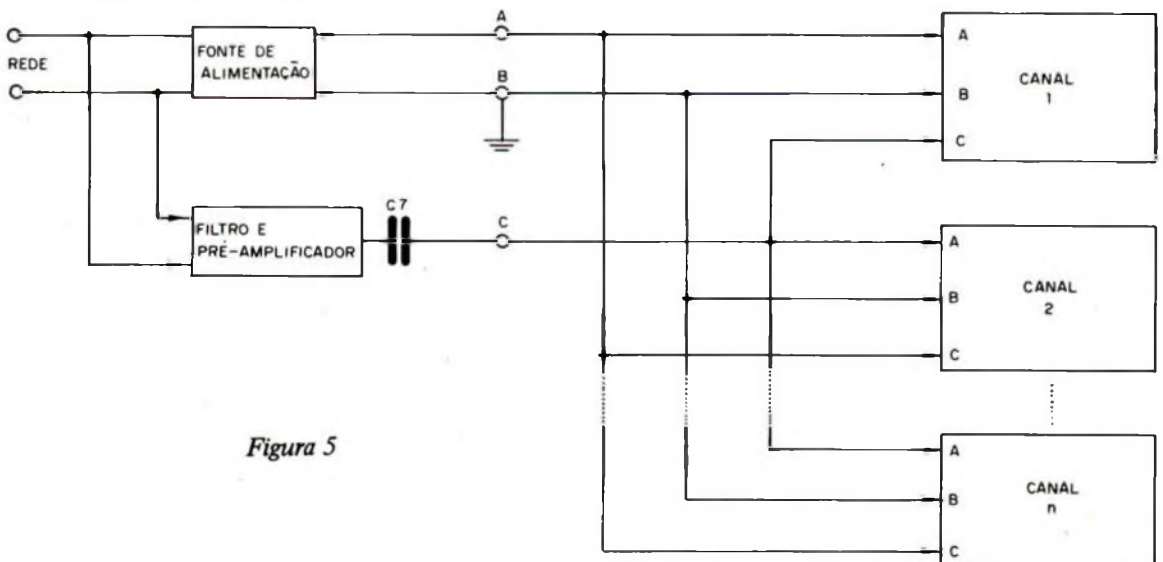

Figura 5
- 1º) Esses três pontos de conexão devem ser respectivamente interligados aos respectivos pontos associados aos canais de uma mesma unidade remota — vide o croqui da figura 5.